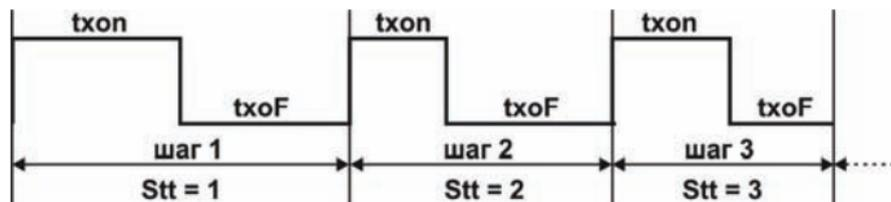

Рисунок 3
3.1.1.4 Каждый из тридцати шагов последовательности имеет свою пару параметров « $tXoH$ » и « $tXoF$ », которая выбирается при программировании прибора параметром « $SttX$ » (рисунок 3).